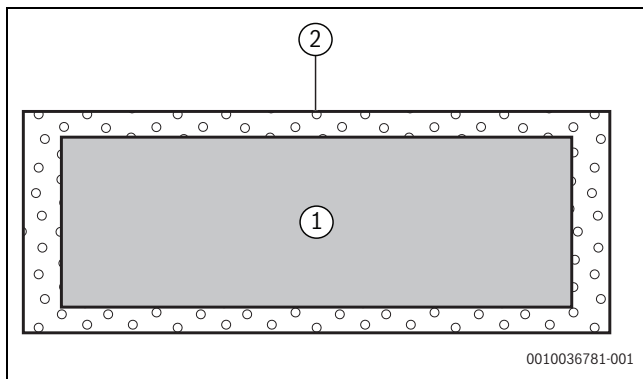

Bild 6 Außeninheit auf der Bodenkonsole (Draufsicht)
1) Markierung (1) in → Abb. 6 beachten